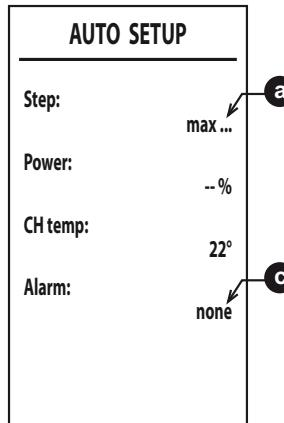

fig. 38
6. Despues del encendido, el quemador se pone en modo calefacción a las distintas potencias (máx., med., mín.) indicadas por el punto **a** (fig. 38). Si la eliminación del calor de la instalación no es suficiente para hacer terminar el procedimiento, se puede activar una demanda de ACS solo después de que se haya encendido el quemador.
8. Si la secuencia de encendido descrita en el punto “**6**” no termina correctamente, se visualiza el mensaje **max_err** en el punto **a** y un código de error en el punto **c** (fig. 38).